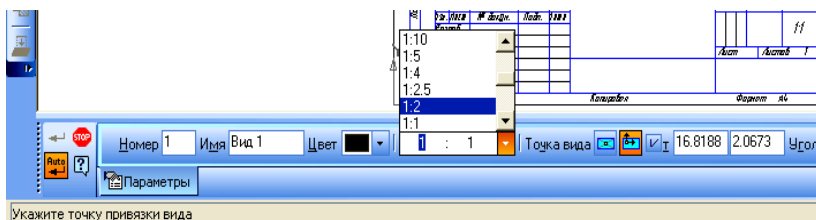
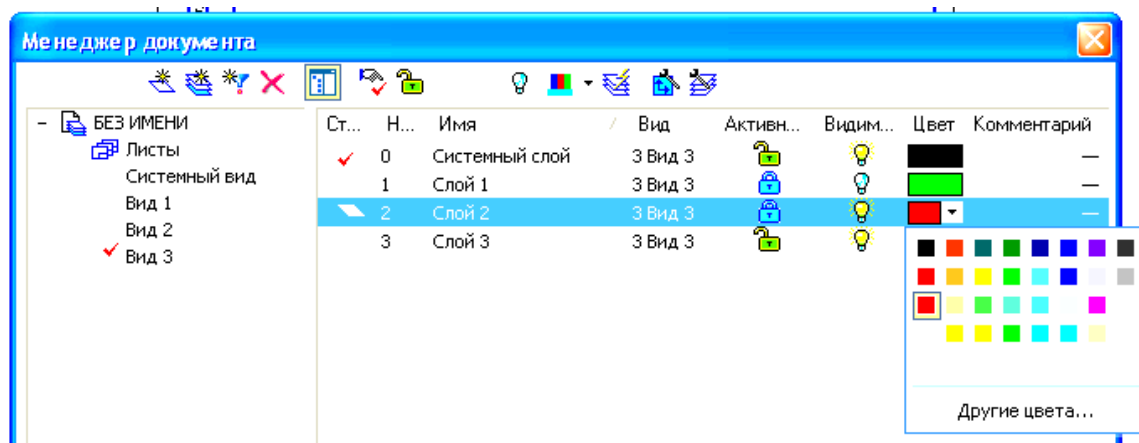

Рис. 3.31. Панель Свойств операции Вид
Рис. 3.33. Окно Менеджер документа (для Слоя)
1. Выбрать команду страницы Меню → Вставка → Вид (рис. 3.30). При этом на панели **СВОЙСТВ** появятся элементы управления, которые позволят задать параметры нового вида (рис. 3.31).
Для размещения информации на разных логических и физических уровнях используют слои. В каждом виде можно создать до 255 слоев. Точка привязки, угол поворота и масштаб соответствуют виду, в котором создается слой. Возможные состояния слоев подобны состояниям видов: текущий, активный, фоновый и погашенный, и работа с ними аналогична работе с видами. Чтобы создать новый слой, обращаются к странице Меню → Вставка → Слой... (см. рис. 3.31). При этом открывается окно Менеджер документа (для слоев) (рис. 3.33). Кнопка Создать слой этого окна позволяет задать параметры создаваемого слоя: номер, цвет, имя.